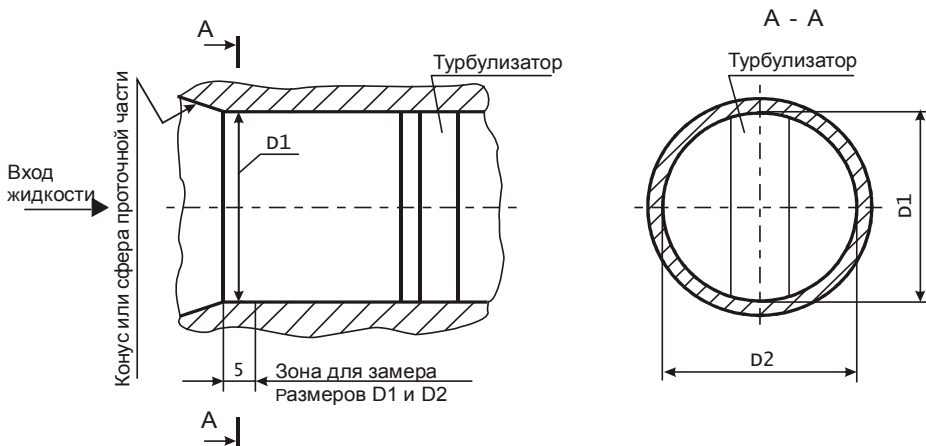

Рисунок 8.1
- проводят измерение размеров проточной части преобразователя расхода в соответствии с рис. 8.1 в следующей последовательности: